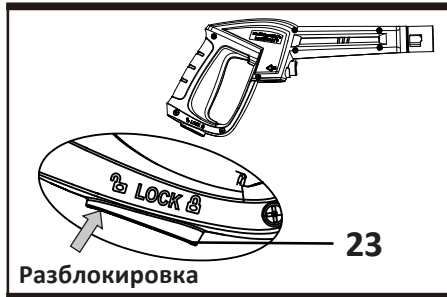

Рис. F2
23. Кнопка защиты от случайного пуска (см. рис. F2)
4. Приведите кнопку защиты от случайного пуска в положение «» — рычаг пистолета-распылителя разблокирован (см. рис. F2).